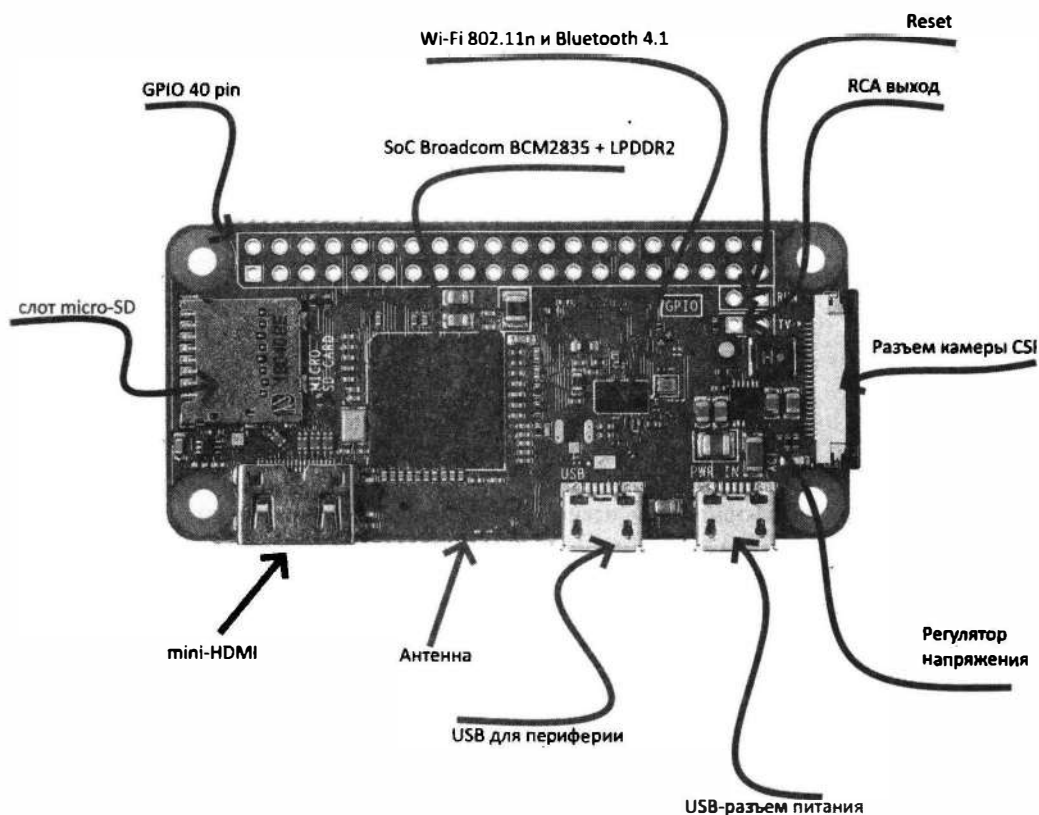

Рис. 2.23. Микрокомпьютер Raspberry Pi Zero W
Raspberry Pi Zero W — вторая модель миниатюрного одноплатного компьютера линейки Raspberry Pi. По сравнению с Raspberry Pi Zero Version 1.3, Zero W (Wireless) не претерпел других изменений, кроме добавления чипа беспроводной связи Cypress CYW43438, поддерживающего сети Wi-Fi стандарта 802.11n и Bluetooth 4.1 (Bluetooth Classic и LE), при этом антенна является частью макетной платы. Этот чип используется и на Raspberry Pi 3 Model B. Другие характеристики Raspberry Pi Zero W остались без изменений: SoC, ОЗУ, разъем mini-HDMI, слот для microSD, два разъема micro-USB (один для питания, второй для подключения периферийных устройств USB), интерфейс CSI (Camera Serial Interface) для подключения камеры по интерфейсу MIPI, а также три нераспаянных разъема: 40-контактный разъем расширенного ввода/вывода (GPIO), композитный видеовыход (TV) и разъем (RUN) для сброса (рис. 2.23). Все электронные компоненты распаяны на верхней